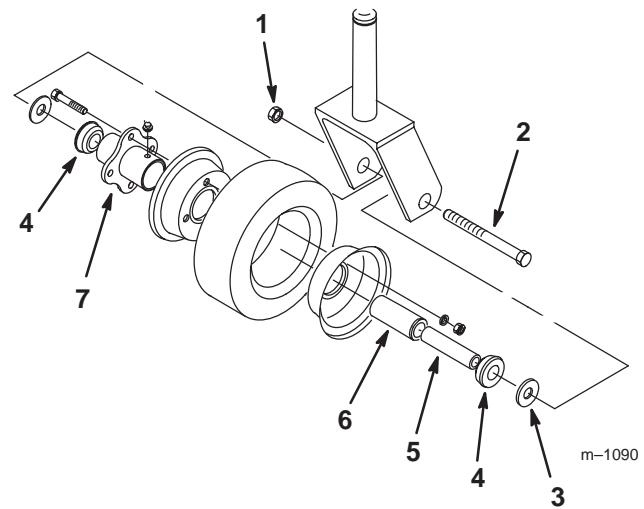

Figure 37
1. Enlevez le contre-écrou et le boulon qui assujettissent la roue pivotante sur la chape (Fig. 37).
2. Enlevez la rondelle et la bague, puis sortez la douille pour clé et le roulement à rouleaux du moyeu de roue (Fig. 37).
3. Enlevez l'autre rondelle et l'autre bague du moyeu, puis nettoyez la graisse et les saletés qui se trouvent éventuellement dans le moyeu (Fig. 37).
4. Examinez l'usure du roulement à rouleaux, des bagues, de la douille pour clé et de l'intérieur du moyeu. Remplacez les pièces endommagées ou usées (Fig. 37).
5. Placez les rondelles à l'extérieur des bagues, puis reposez la roue pivotante dans la chape et fixez l'ensemble avec le boulon et le contre-écrou. Serrez le contre-écrou jusqu'à ce que la base de la douille pour clé soit en appui contre l'intérieur de la chape (Fig. 37).